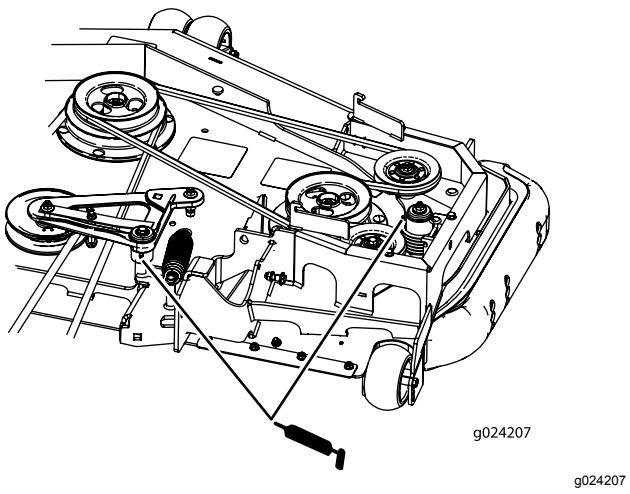

Figura 40
- Lubrificate i bracci di rinvio della cinghia del piatto di taglio (Figura 40).